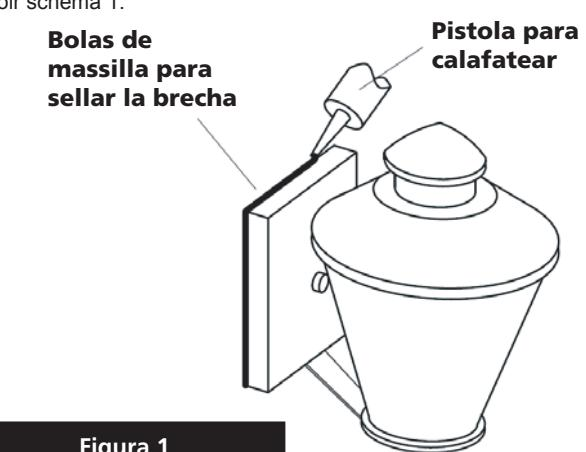

Figura 1
1. Para encendido de una lámpara accesorio quitando la tapa (**B**) aflojando los cuatro tornillos (**A**), a continuación, la lámpara de acuerdo – **Véase la Figura 1**.
1. Luego, pase los tornillos (**A**) en la parte inferior de la parte superior de la jaula (**C**) hasta que quede apretadp para asegurar la jaula a la parte superior de la luminaria – **Véase la Figura 1**.
1. Para instalar el soporte de montaje (**M**), determinar la localización donde el soporte de montaje se va a unir y la ubicación del agujero marca – **Véase la Figura 1**.